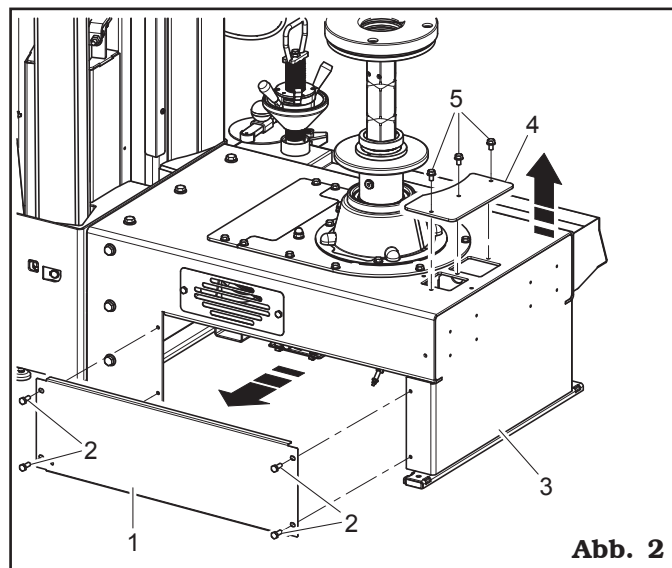

Abb. 2
2. Entfernen Sie das linke Seitengehäuse (Abb. 2 Pkt. 1) vom Rahmen der Reifenmontiermaschine (Abb. 2 Pkt. 3); lösen Sie die entsprechenden Befestigungsschrauben (Abb. 2 Pkt. 2). Entfernen Sie die Platte (Abb. 2 Pkt. 4) durch Lösen der Schrauben (Abb. 2 Pkt. 5).